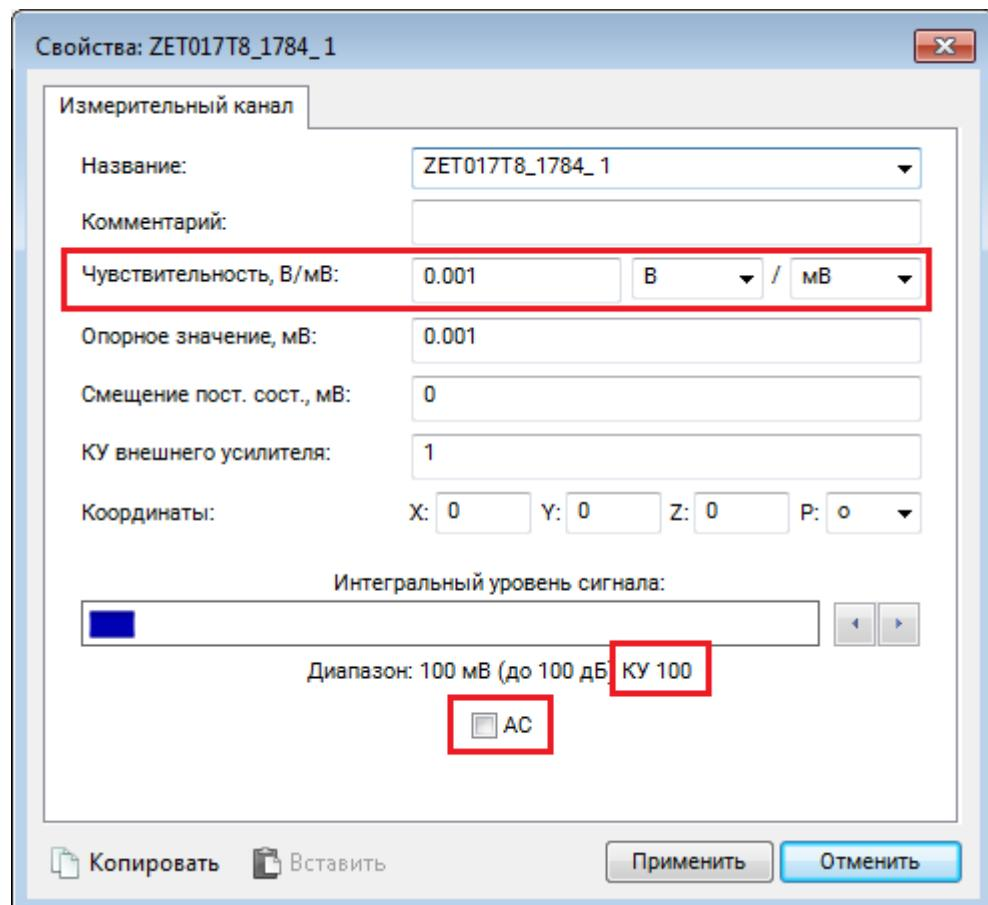

Рис. A.3 Окно «Свойства» измерительного канала тензостанции
3. Для конфигурирования измерительного канала тензостанции следует из программы «Диспетчер устройств» двойным кликом левой кнопкой мыши по наименованию соответствующего измерительного канала открыть окно «Свойство». В открывшемся окне «Свойства» следует установить параметры в соответствии с *Рис. A.3*, после чего нажать кнопку «Применить».